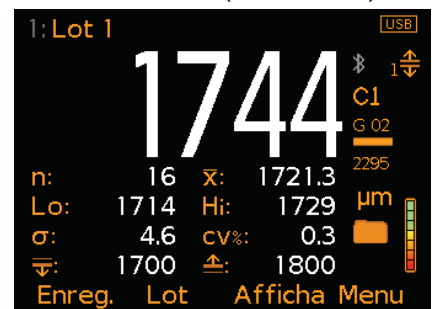

Figure 7: Statistiques sélectionnées & Mesures (Modèle T)
- **Statistiques sélectionnées - Modèle T (Figure 7)** : il est possible d'afficher un maximum de 8 paramètres statistiques choisis par l'utilisateur dans Afficha/Statistiques/Sélectionner Stats. Les paramètres disponibles sont :